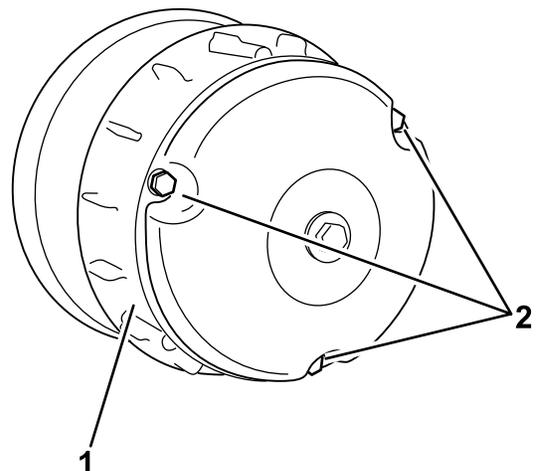

图 60
2. 拧掉将离合器盖固定到离合器的 3 个螺栓取下盖子图 60。
- 安装离合器盖使用在 2 中卸下的 3 个螺栓图 60 固定。